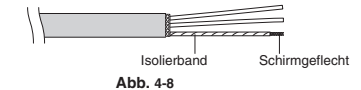

Abb. 4-8
- Den Geflechtschirm vorsichtig entflechten und die entflehten Schirmdrähte eng in eine Leitungsader verdrehen. Die Schirmdrähte nach ausreichend engem Verdrehen mit einem Isolierschlauch versehen oder mit Isolierband umwickeln. (Abb. 4-8)